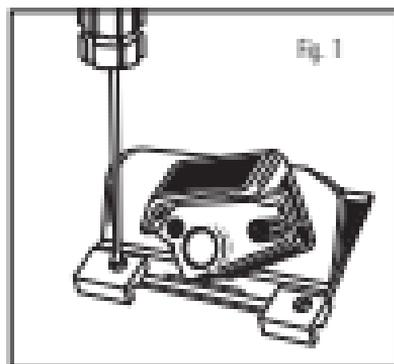

Fig. 1
- 1 Assemble plastic guides onto Model 2000, 3000 or 4000 (Fig. 1).
- 1 Gewinde des Plastik am Modell 2000, 3000 bzw. 4000 montieren (Fig. 1).
- 1 Monte les guides de plastique au modèle 2000, 3000 ou 4000 (Fig. 1).
- 1 Incorporare las guías en plástico en modelo 2000, 3000 or 4000 (Fig. 1).
- 1 Stai plastic ghidajele șurubii vor model 2000, 3000 or 4000 (Fig. 1).
- 1 Montare le guide di plastica sulle toglietina modello 2000, 3000 o 4000 (Fig. 1).